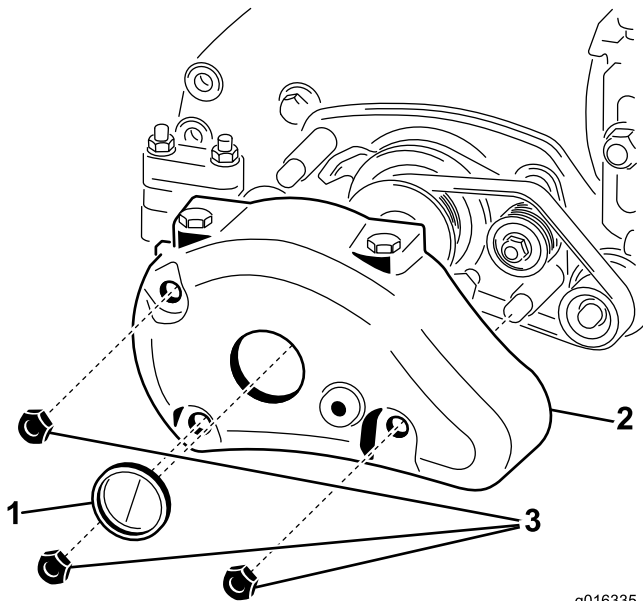

Figure 14
- Déposez les 3 écrous et le couvercle du groomer de l'extrémité du plateau de coupe ; voir Figure 14. En poussant de l'intérieur, déposez le bouchon du grand trou au centre du couvercle du groomer.
- Reposez le couvercle du groomer sur le plateau de coupe au moyen des fixations retirées précédemment (voir Figure 14).